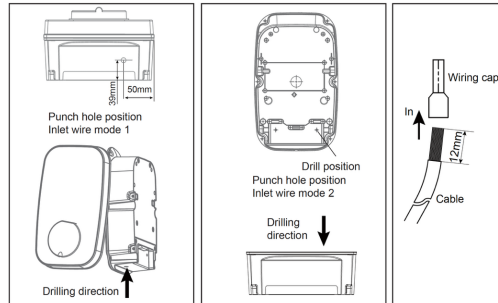

Abb. 13
- Beachten Sie die in der Abbildung angegebene Größe und Position (siehe Abb. 13).
- Option 1 (untere Einführung): Der Durchmesser der Öffnung im Gehäuse beträgt $\varnothing 24$ mm für das einphasige Modell (EU01_116898 --- PIT&STOP SMART 7,4 kW) oder $\varnothing 28$ mm für das dreiphasige Modell (EU01_116897 --- PIT&STOP SMART 11 kW). In Abbildung 13 sind Referenzmaße von 39 mm und 50 mm zu den Kanten angegeben.
- a5. Schließen Sie das Kabel gemäß dem Abschnitt „Anschluss der elektrischen Verkabelung“ an den Klemmenblock an (siehe Abb. 13). Achten Sie auf die korrekte Zuordnung der Leiter: L/N/PE (einphasig) oder L1/L2/L3/N/PE (dreiphasig).
Hinweis: Die angegebene Anschlussreferenz befindet sich in Abbildung 13.
- b3. Schließen Sie die Kabel gemäß dem Abschnitt „Anschluss der elektrischen Verkabelung“ an den Klemmenblock an (siehe Abbildung 13).